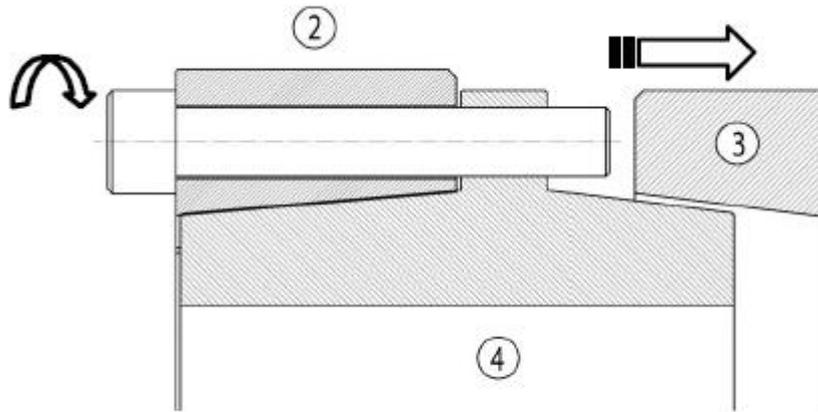

Рис.4
1. Вывернуть все болты с цилиндрической головкой и внутренним шестигранником (5), и завернуть их в резьбовое отверстие разрезной втулки с двумя коническими поверхностями (4) максимально глубоко, как показано на Рис. 4.
2. Болты с цилиндрической головкой и внутренним шестигранником (5) должны закручиваться с маленьким шагом по моменту, чтобы не было перекоса короткого разрезного зажимного кольца (3). Направление перехода от болта к болту по часовой стрелке.